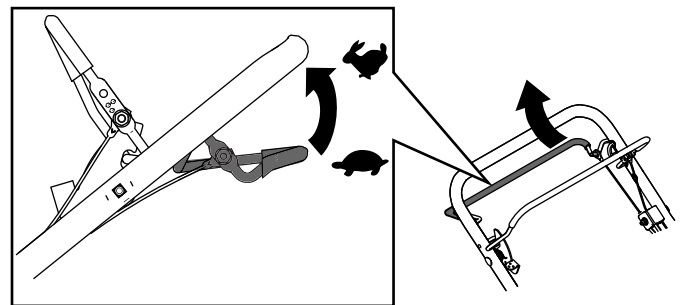

Figure 17
3. Pour utiliser l'autopropulsion, serrez la barre de commande d'autopropulsion (Figure 17).